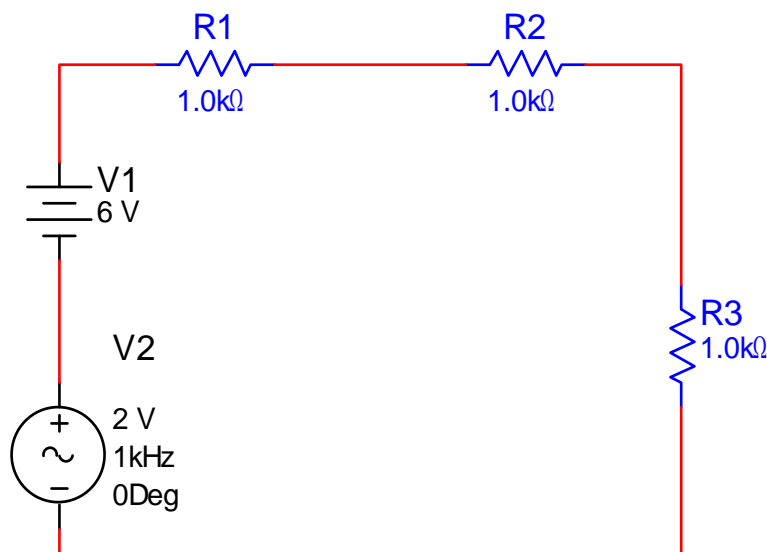

Fig. 1
1. Armar el siguiente circuito. Fig. 1. Observar que las fuentes de DC están flotadas